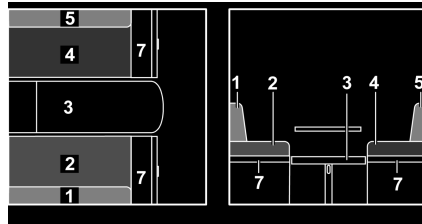

Fig. 106 Durante la transformación
- Plegar la prolongación del banco de asiento (Fig. 106,7) hacia arriba y colocar una cuña con la trampilla.